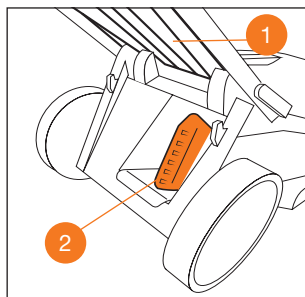

рис. 18
Для перевода газонокосилки в режим мульчирования поднимите крышку заднего выброса ①, установите мульчирующую заглушку ②, закройте крышку заднего выброса ① (Рис. 18).